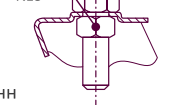

РИСУНОК 2 / 2-СУРЕТ
5. Установите опору зоны слива (с маркировкой «1», «3» или «6») со стороны отверстия слива (см.рис.1 разрез Б и рис.2): наденьте опору на установленный в отверстие скобы болт М6х30...40, предварительно установив прокладки на радиусные поверхности опоры.